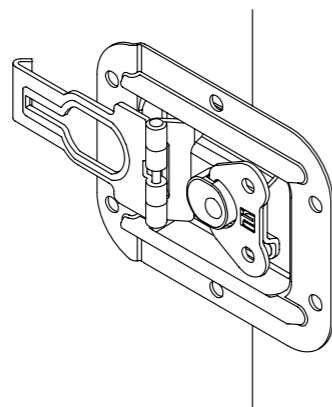
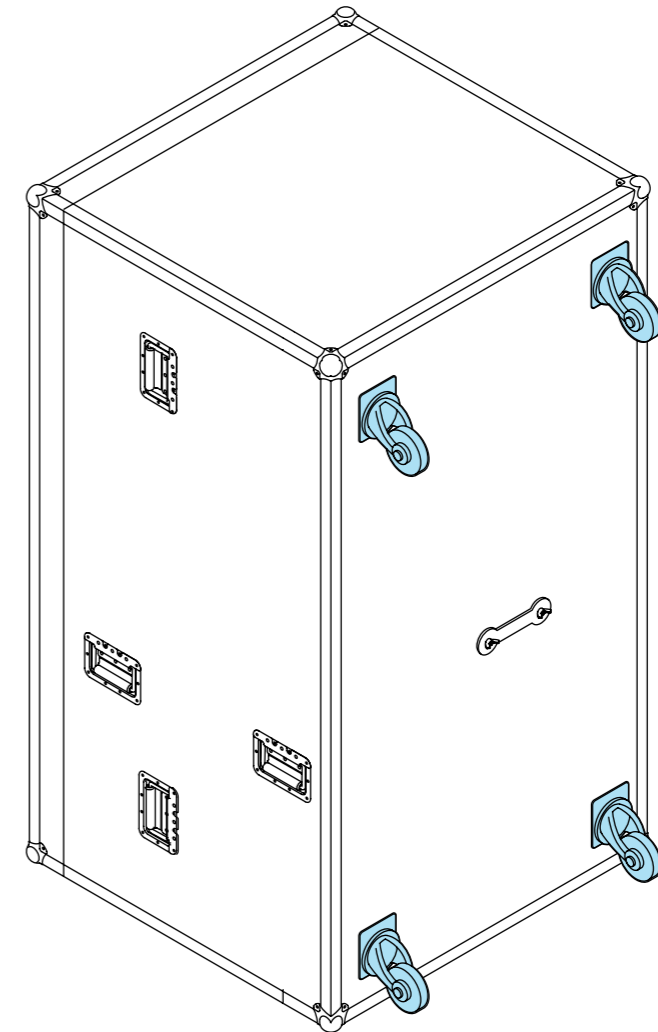
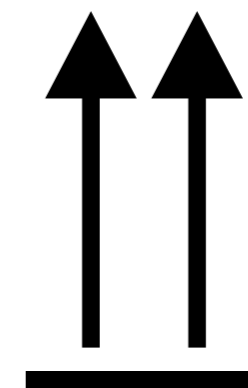

Рисунок 5.4. Замок кофра
Рисунок 5.5. Днище кофра с колёсами
Рисунок 5.6. Наклейка с маркировкой на кофре
Кюфр оснащён замками (рис. 5.4), колёсами (рис. 5.5), и ручками. Перемещать робота можно или строго вертикально, в соответствии с маркировкой на наклейке (рис. 5.6), или горизонтально на колёсах.
1. Установите кофр в вертикальное положение в соответствии с транспортировочной маркировкой (рис. 5.6).
2. Открутите барашковые винты (рис. 5.5) на четырех замках крышки, разъедините замки, снимите крышку, потянув ее вперед, и уберите ее в сторону.